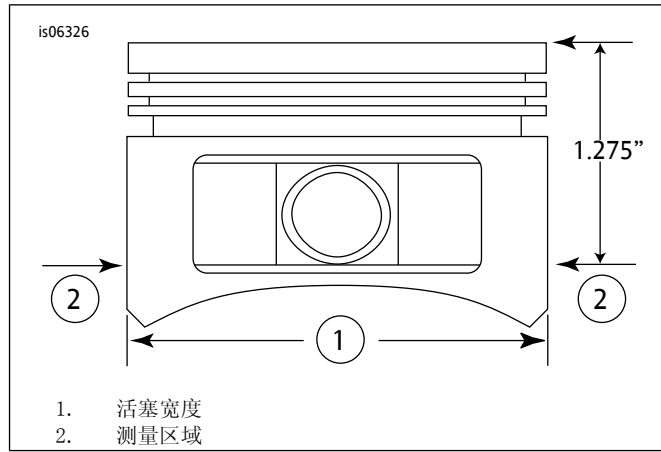

图2。活塞测量值
5. 参见图2。测量活塞宽度（1），活塞销孔两侧水平90度方向、活塞（2）平面（顶部）向下32.38毫米（1.275英寸）处。参见表11了解此位置的活塞至汽缸配合。